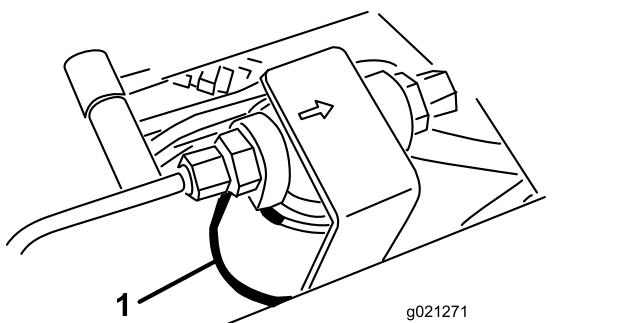
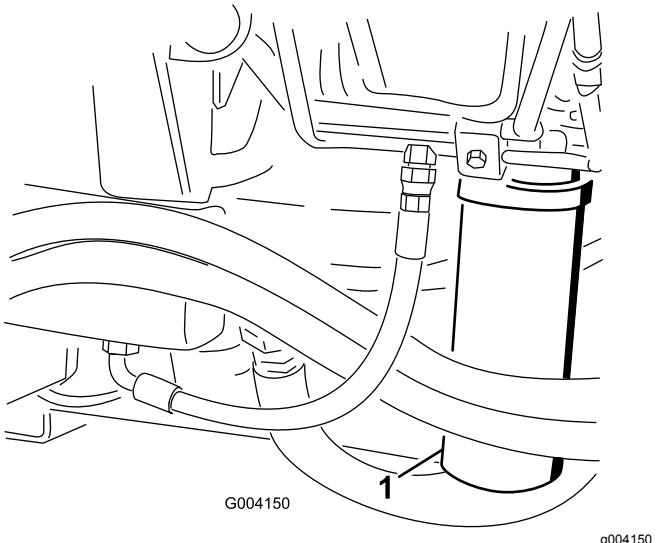

Figura 88
Figura 89
2. Limpe a área à volta da área de montagem do filtro e coloque um recipiente de drenagem por baixo do filtro (Figura 88) e (Figura 89).